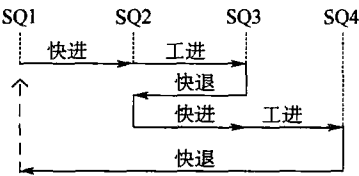

图 3-31 机床控制示意图
8. 机床主轴多次进给控制。控制要求：机床进给由液压驱动。电磁阀 YV1 得电主轴前进，失电后退。同时，还用电磁阀 YV2 控制前进及后退速度，得电快速，失电慢速。其工作过程示意图如图 3-31 所示。